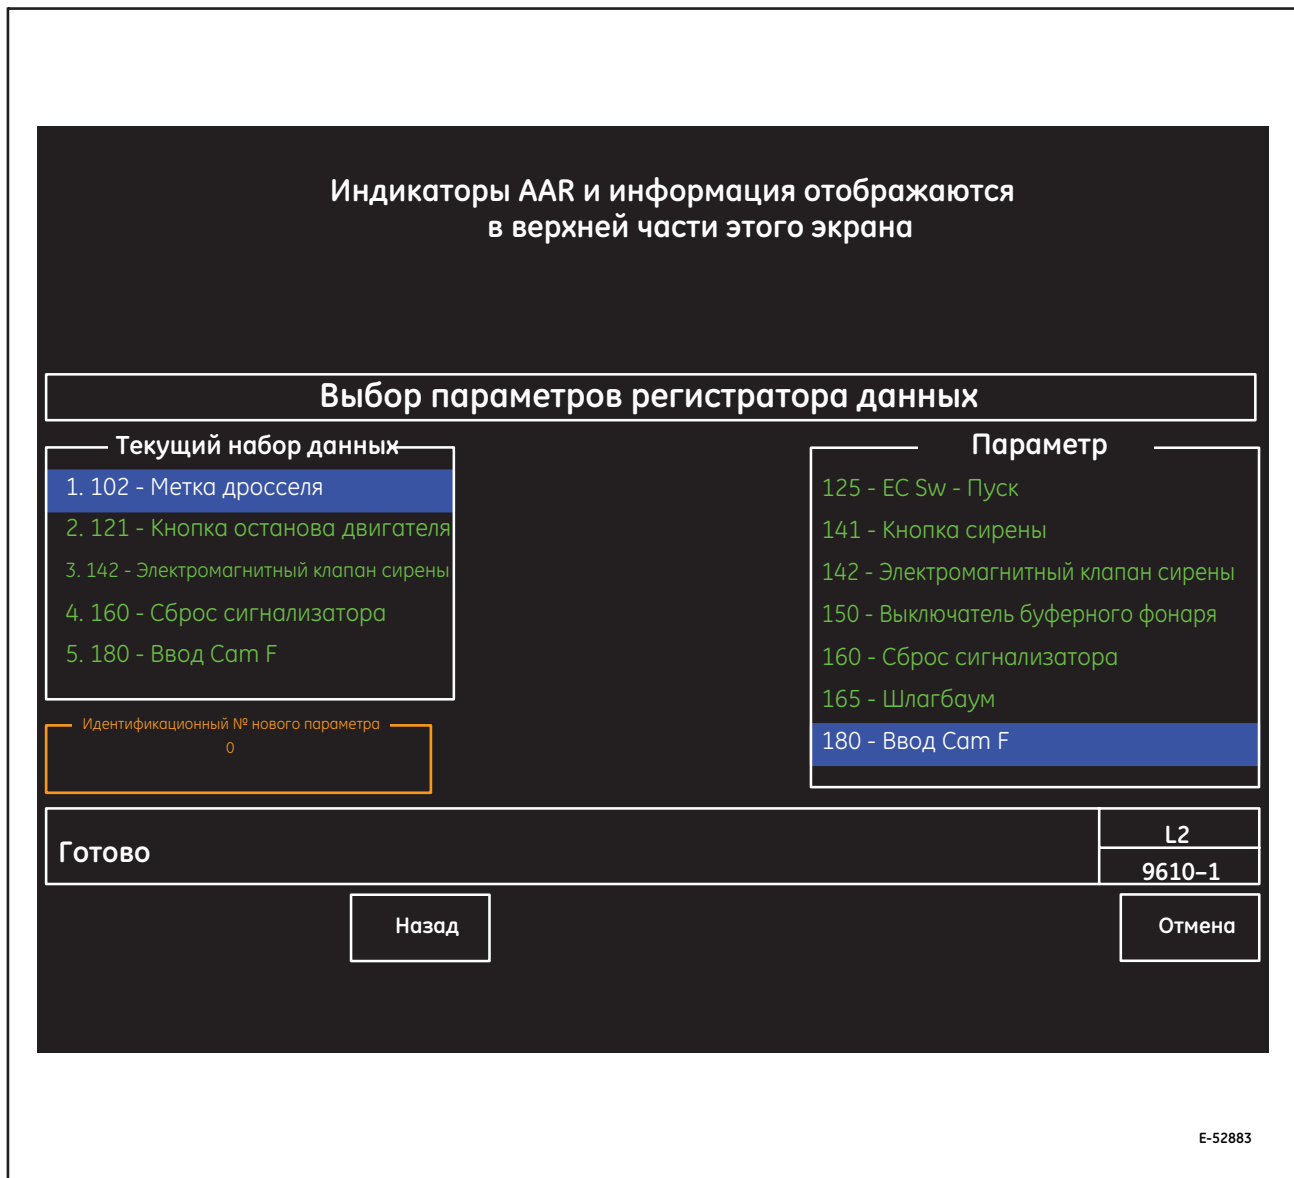

Рисунок 54. Экран выбора параметров регистратора данных (9610-0)
3. Сенсорная клавиша F3 (**Insert ID#**) (Вставить идентификационный №) - позволяет машинисту выбирать параметры по номеру. См. экран выбора параметров регистратора данных (9610-1, Рисунок 54). Для ввода идентификатора используйте второй ряд сенсорных клавиш под функциональными клавишами.